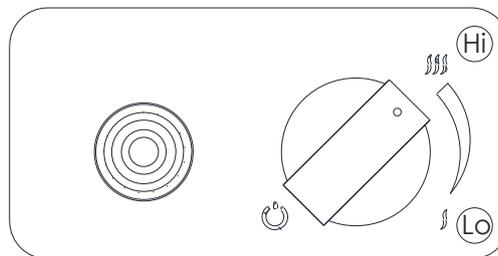

Fig. 12- Régulation de la flamme
- Pour obtenir une flamme plus élevée, tournez le bouton dans le sens des aiguilles d'une montre jusqu'à la position "Hi". Pour obtenir une flamme plus faible, tournez le bouton dans le sens inverse des aiguilles d'une montre jusqu'à la position "Lo" (Fig. 12).